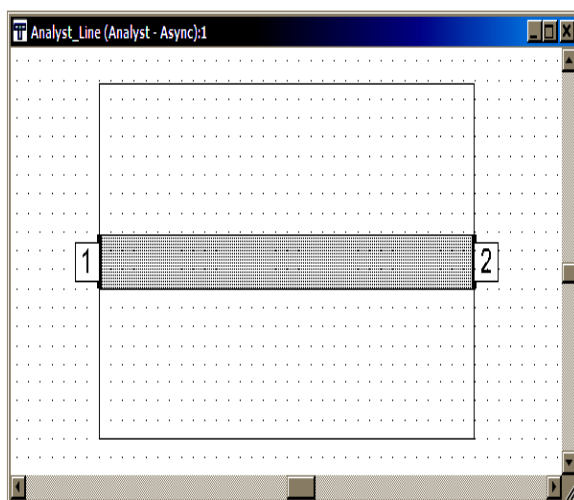

Рис. 35
3. Аналогично измените свойства второго порта. Топология будет выглядеть, как на рис. 35.